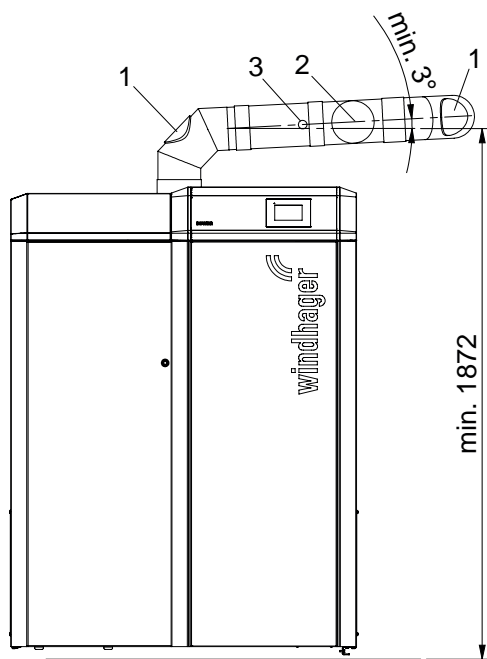

Fig. 53 Orifices de nettoyage dans tube de fumées – vue de face, (croquis sans isolation du tube d'évacuation des fumées)
- ▶ Nettoyer et aspirer le tube d'évacuation des fumées (tube de liaison entre la chaudière à pellets et la cheminée) au niveau de l'ouverture de nettoyage – Fig. 53.